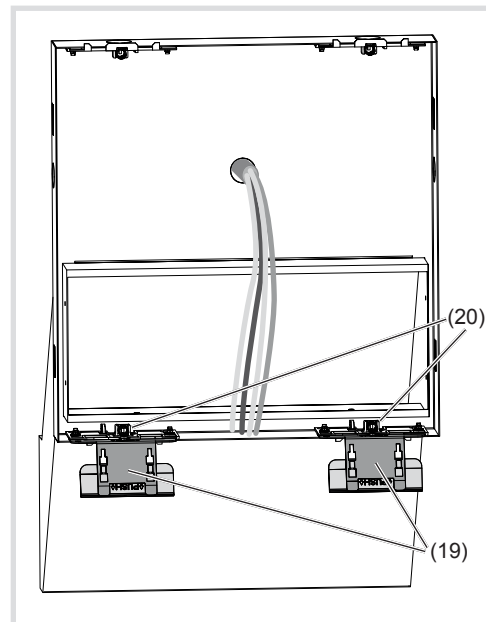

Bild 6: eingesteckte Öffnungswerkzeuge
(18) Aufhangelwinkel der Befestigungselemente
- Die beiden Öffnungswerkzeuge (19) in die Aufnahme der unteren Befestigungselemente (20) am Gehäuse stecken (Bild 6).